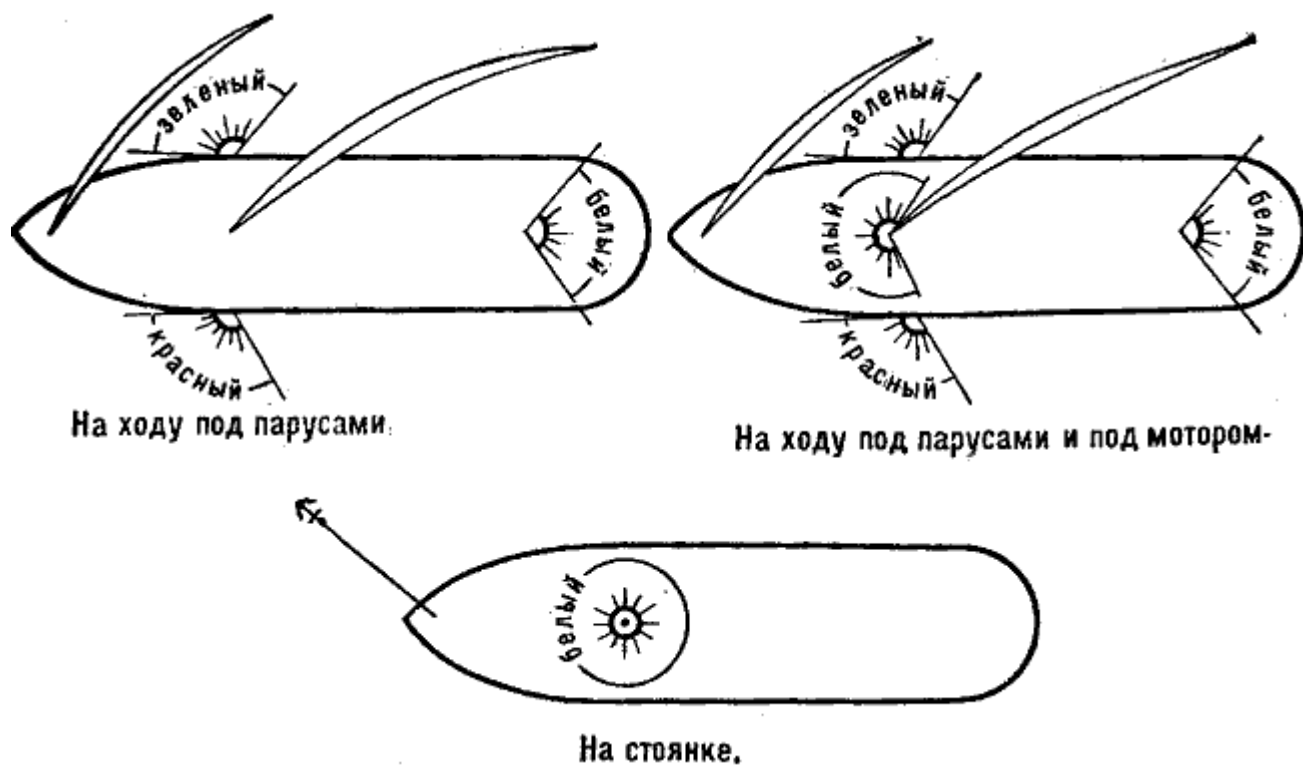

Рис. 145. Огни парусной моторной яхты в морском и речном плавании
7. Парусно-моторные и парусные суда, идущие только под парусами, должны нести красный и зеленый отличительные огни и гакабовый белый огонь. Парусно-моторное судно, идущее под парусами и с помощью мотора, обязано нести огни, установленные для судов с механическим двигателем (§ 37, рис. 145).